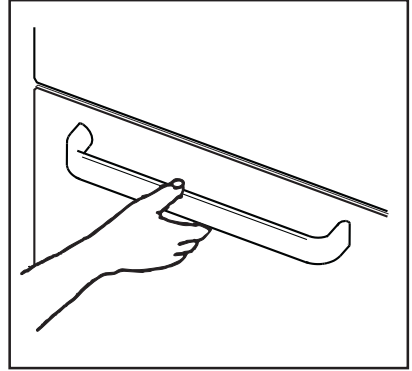

Fig.3
**!** **Ouvrez toujours le four en saisissant la poignée en son centre (Fig. 3).**